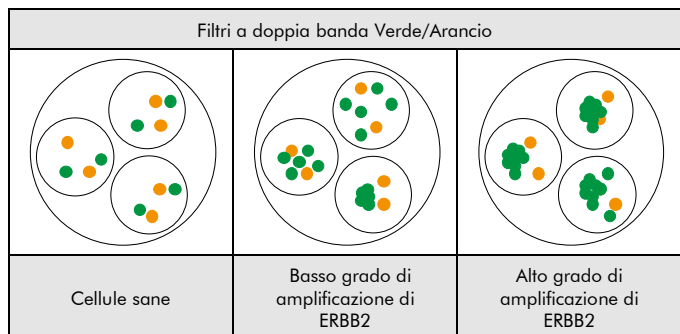

Fig. 2: Risultati attesi in situazione normale e aberrante
**Situazione normale:** nelle interfasi di cellule normali o di cellule senza amplificazioni che coinvolgono la regione del gene ERBB2, compaiono due segnali verdi e due segnali arancioni (vedere Fig. 2).
**Situazione aberrante:** nelle cellule con un'amplificazione della regione del gene ERBB2 si osserverà un aumento del numero di segnali verdi o di cluster di segnali verdi (vedere Fig. 2).